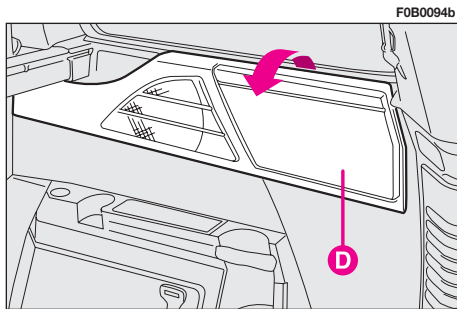

fig. 127
– vani portadocumenti **D**-fig. 127 ricavati nei pannelli laterali terza fila (per versioni/mercati, dove previsto). Per utilizzarli agire nel senso indicato dalla freccia.